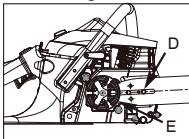

Fig. 3C
6. Coloque el extremo ranurado de la espada sobre el tomillo de espada (D). Deslice la barra guía detrás del tambor de embrague (E) hasta que la espada se detenga. (Fig. 3C)